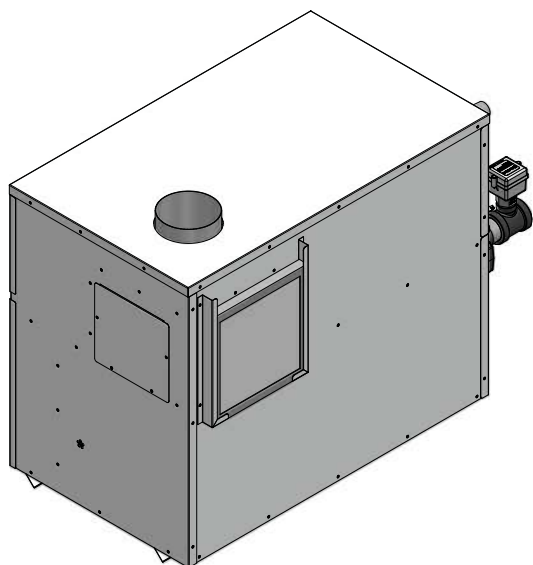

Figure 1-7 Panneau métallique recouvrant l'entrée d'air de combustion latérale
1. Retirer le panneau métallique de la paroi latérale de l'appareil (voir FIG. 1-7).